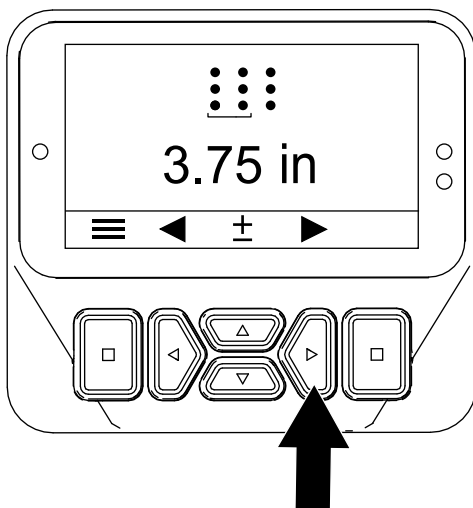

Bild 48
5. Drücken Sie die Taste „nach rechts“, um den Bildschirm „Einstellen des Lochabstands“ anzuzeigen (Bild 48).
6. Drücken Sie die Taste „nach rechts“, um den Bildschirm „Einstellen des Tines-Durchmessers“ anzuzeigen (Bild 48).